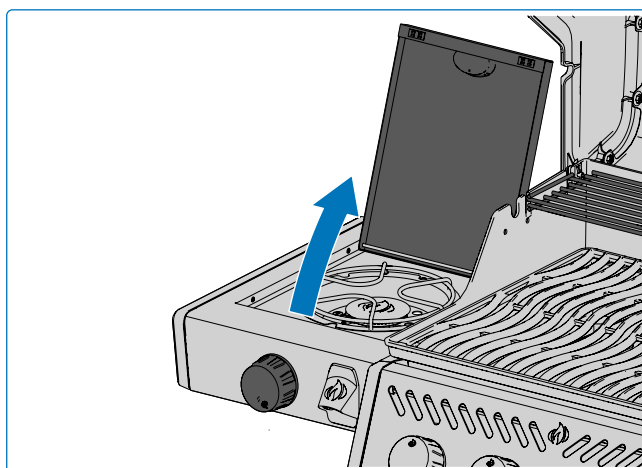

Fig. 9
1. Ouvrez le couvercle du brûleur. **(Fig. 9).**